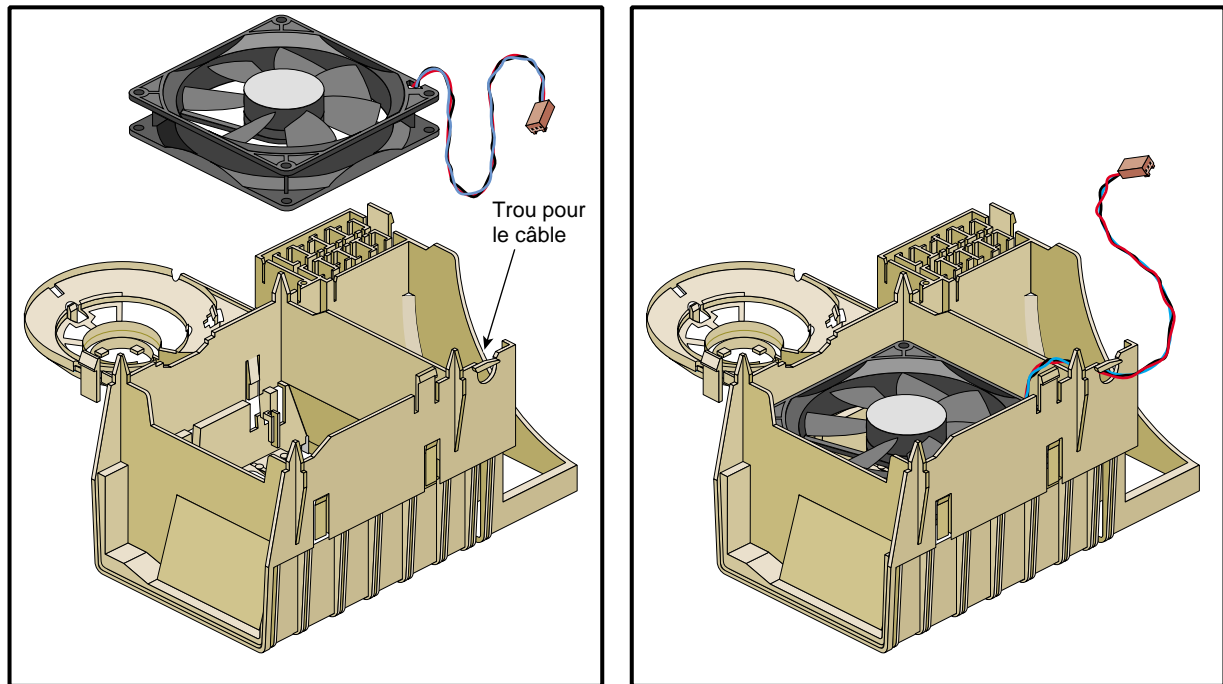

Figure 2-16 Installation du ventilateur dans le cadre en plastique
2. Placer le ventilateur dans son boîtier. S'assurer que le câble du ventilateur sorte tout près de son encoche sur le cadre en plastique, comme le montre la Figure 2-16.
4. Faire passer le connecteur du câble et tirer le câble à travers le trou situé à côté de l'encoche, comme le montre la Figure 2-16.